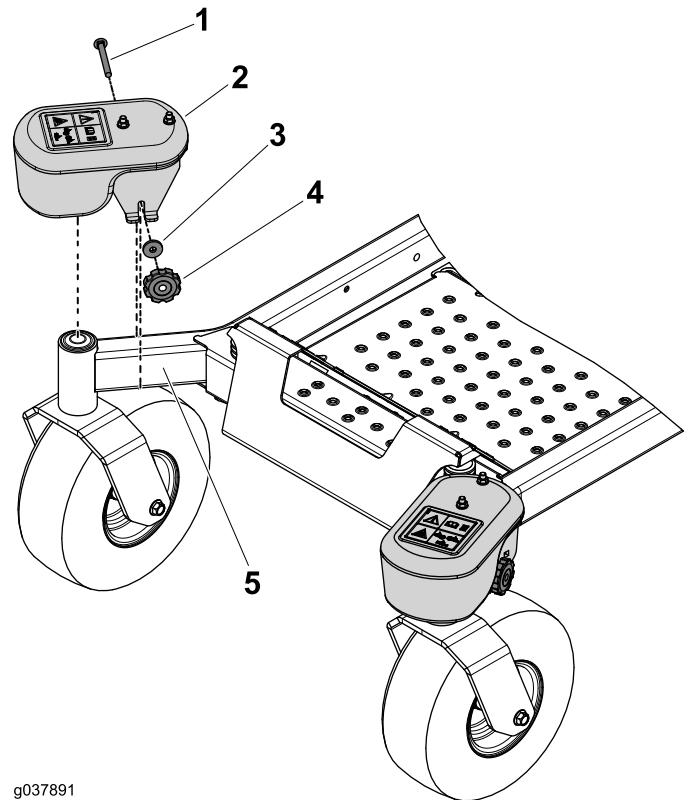

Figura 9
- Utilizzate la manopola, la rondella e il bullone a testa tonda ( $\frac{3}{8}$ " x  $3\frac{1}{2}$ " ) per fissare una zavorra delle ruote orientabili su ciascun braccio orientabile (Figura 9).